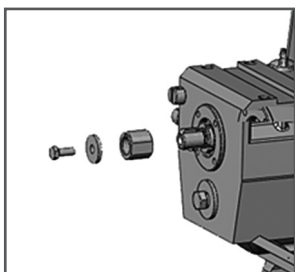

Рис. 3 Демонтаж защитной прокладки
2. Снять защитную прокладку вала отбора мощности (Рис.3).